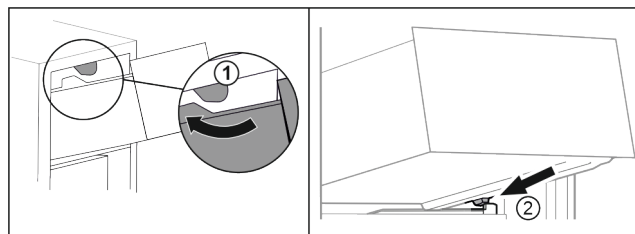

Fig. 111
- ▶ 将抽屉移动到上方止动器附近。 Fig. 111 (1)
- ▶ 将抽屉斜放在容器肋梁上的下方止动器后面。 Fig. 111 (2)